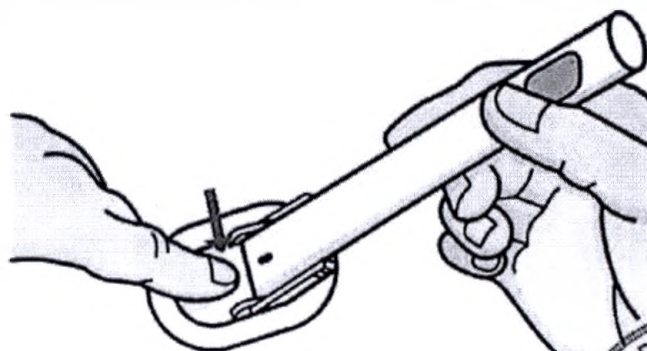

Рисунок 3. Плотно прижмите пластину датчика, чтобы обеспечить прилипание.
7. Поместите датчик на очищенный участок кожи. Прижмите основание датчика и клейкую ленту, чтобы добиться прочного приклеивания (рисунок 3).